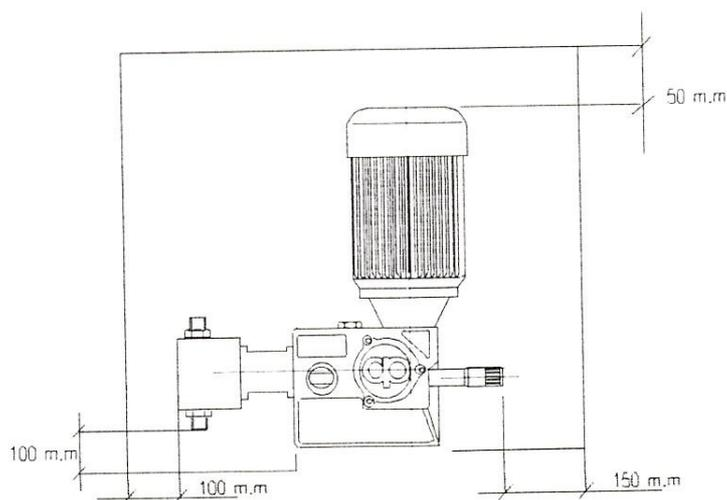

Fig. 01
- Sistemare la macchina in posizione verticale, come mostrato in Fig. 01, e sopra un robusto piano di appoggio (metallico, in cemento, ecc) .